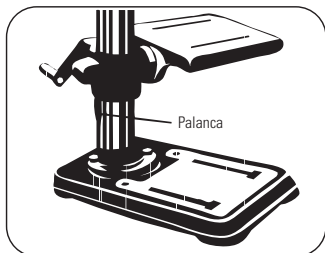

FIGURA 8.11
- Apriete nuevamente la Palanca de la Mesa Móvil (Figura 8.11).